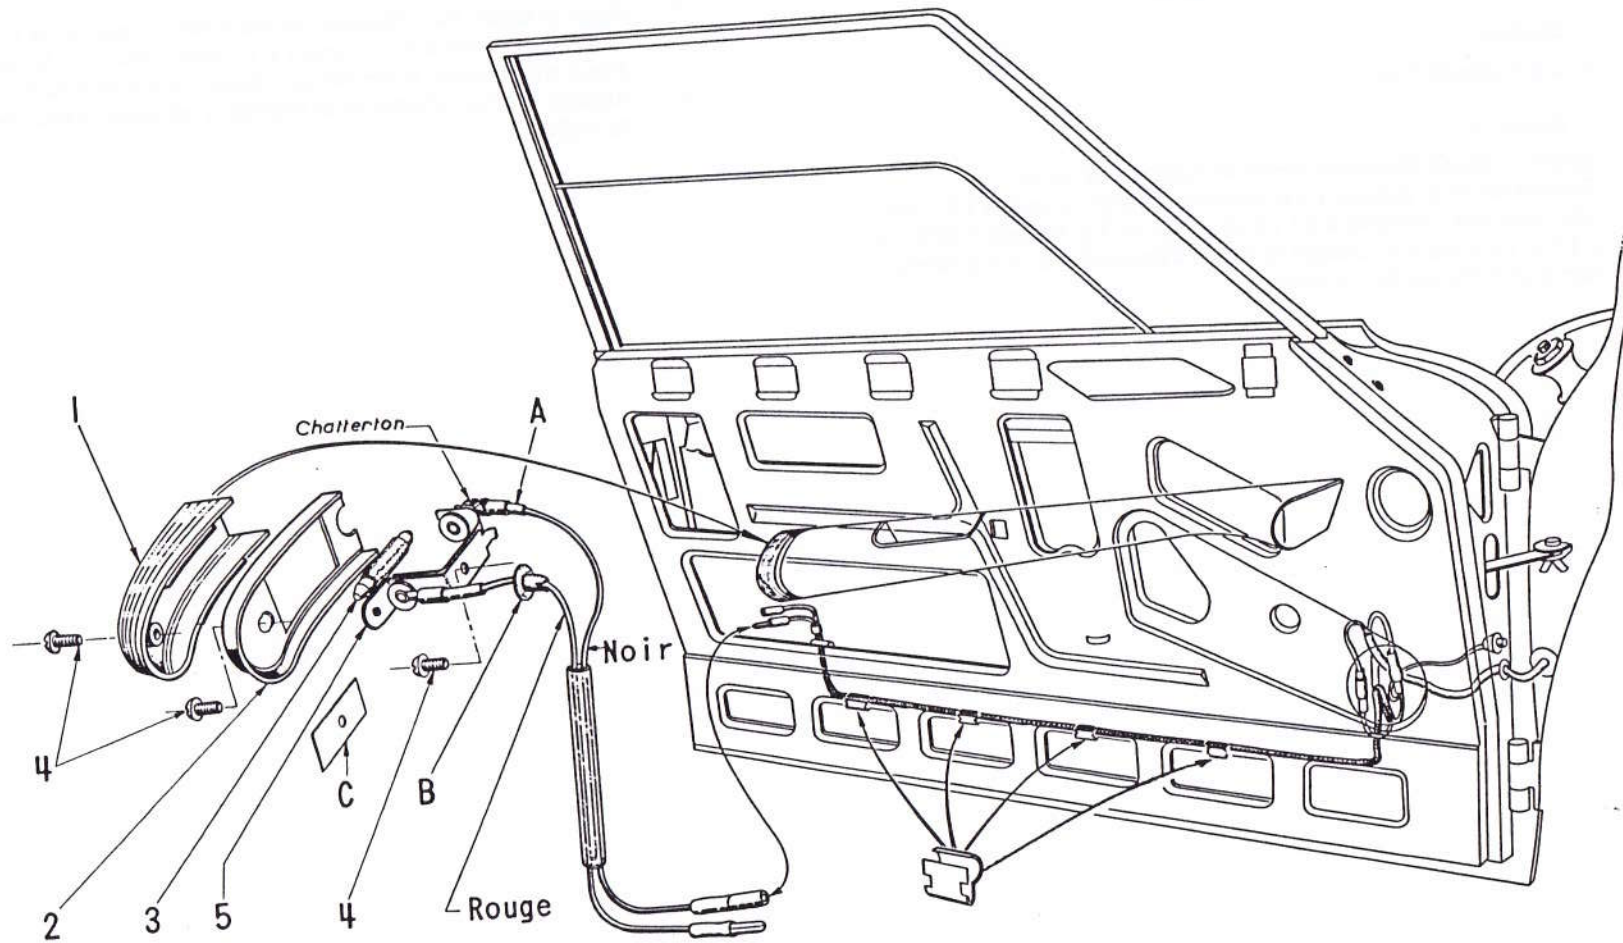

Fig. 29
d'ENCOMBREMENT de PORTE (Fig. 29)**
Dans ce cas, s'assurer que la borne A (Fig. 29) n'est pas branchée sur le positif et contrôler le branchement.
- 4) Placer le capuchon (B) extrémité fendue dans le passage du fil « Rouge » prévu sur l'accoudoir.
Isoler la partie métallique de la borne (A) Fig. 29 avec du chatterton. Présenter sur l'accoudoir le support de lampe et ses fils. Engager ceux-ci dans leur passage respectif et poser la gaine de protection sur les deux fils. Brancher les fils aux couleurs correspondantes sur le faisceau d'alimentation. Engager les fils à l'intérieur du panneau de porte.